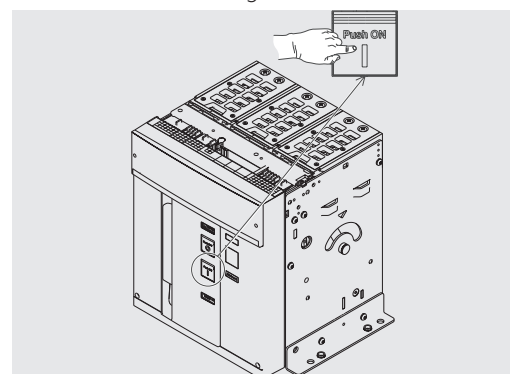

Figura 28
4. Cierre - Apretar el pulsador de cierre "I - Push ON" como se indica en Figura 28.